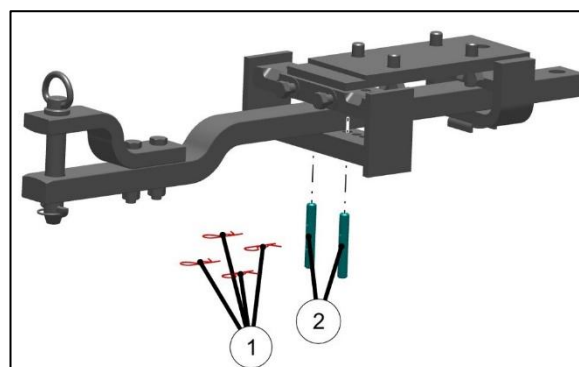

Fig. 206 – DISSEL VERSTELLING
5. Plaats de 2 pennen (Item 2 in Fig. 206) en borg ze met 4 borgveren (2 per pen) (Item 1 in Fig. 206), 2 van onderen en 2 van boven.
2. Verwijder vervolgens de twee pennen (Item 2 in Fig. 206) en vier haarspeldclips (Item 1 in Fig. 206).
Voor het instellen van de offset verwijdt u de pennen (Item 2 in Fig. 206) en de borgveren (Item 1 in Fig. 206) en verplaatst u de dissel naar de gewenste positie.